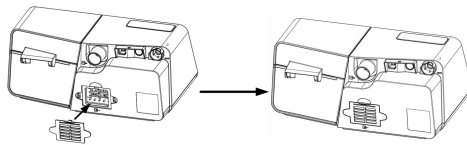

Fig. 11-2
(2) Instale o filtro de ar juntamente com a tampa no dispositivo principal, como mostra a Fig. 11-2.